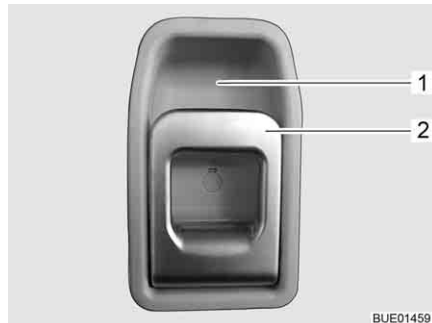

Bild 45 Türschloss Eingangstür, innen
- Am Griff (Bild 45,2) ziehen. Das Türschloss wird entriegelt.
- Den Griff (Bild 45,2) oben in Richtung Griffschale (Bild 45,1) drücken.